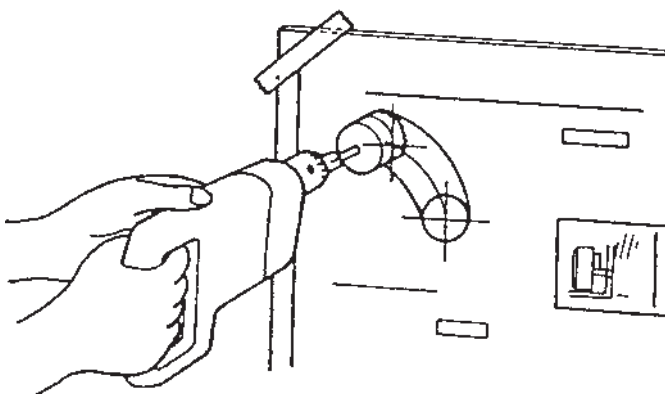

Fig. 5
2. Boor het gat voor de afvoerpijp. Gebruik een op een boormachine bevestigde gatenzaag met een diameter van 70~80 mm (zie fig. 5). De opening aan de binnenzijde van de muur moet iets hoger zijn dan de opening aan de buitenzijde, zodat de muurdoorvoer en de